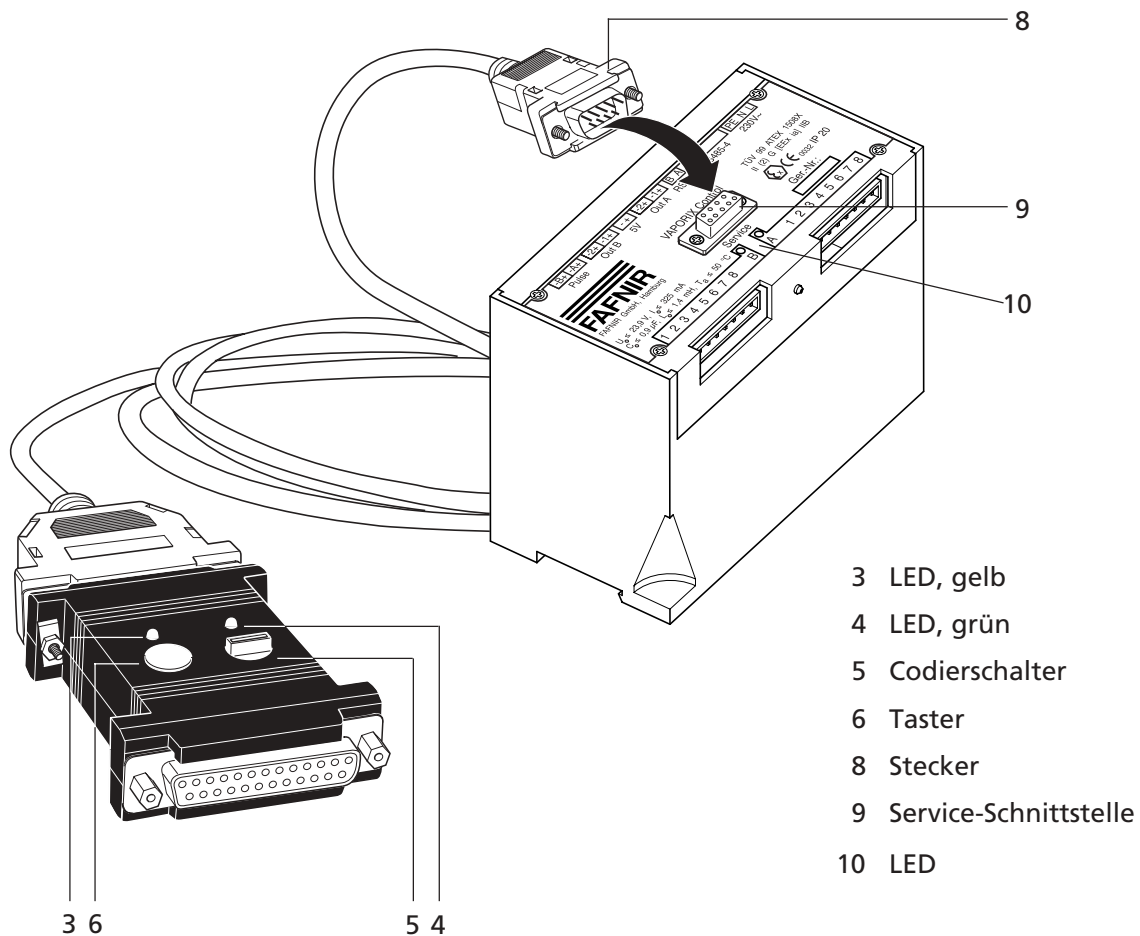

Abb. 2a: VAPORIX-Service-Dongle anschließen und anmelden
Die grüne LED (4) am Service-Dongle leuchtet. Das Gerät ist betriebsbereit. (Siehe Abb. 2a, Seite 8)